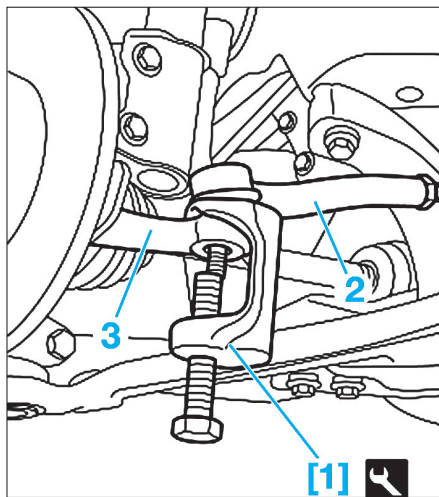

Fig. 12
- [1] Extracteur de rotule Ref Fiat. 1.871.000.700 (Fig.12).
- A l'aide de l'outil [1], déboîter la rotule de direction (2) du pivot de roue (3) (Fig.12).